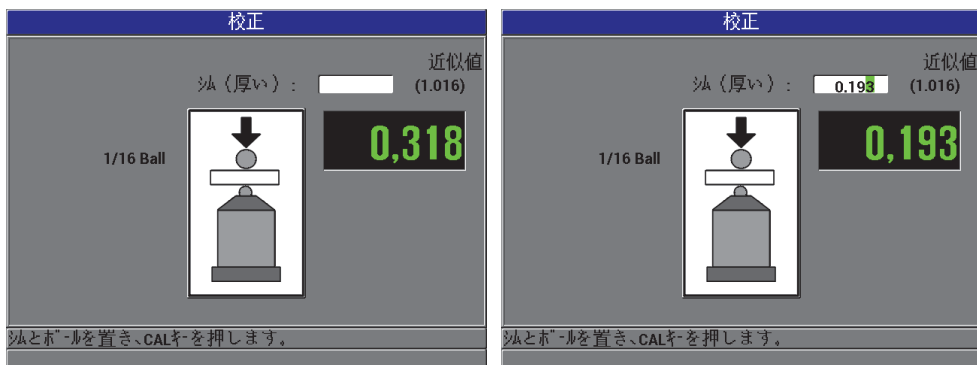

図 4-8 シム（厚い）校正ポイント
6. シム（厚い）ポイント：厚さ計は、特定の校正用シム（厚い）をプローブの先端に置くように指示します。この校正用シム（厚い）のポイントの厚さは、選択したターゲットボール、ディスク、ターゲットワイヤーによって変化します。このシムのおおよその厚さは、下方の測定ボックスに表示されます。[校正]を押して、テキストボックスに測定値を転送し、矢印キーで校正用シムのすでに判っている厚さを入力してから、[校正]を押します（76 ページ図 4-8 参照）。